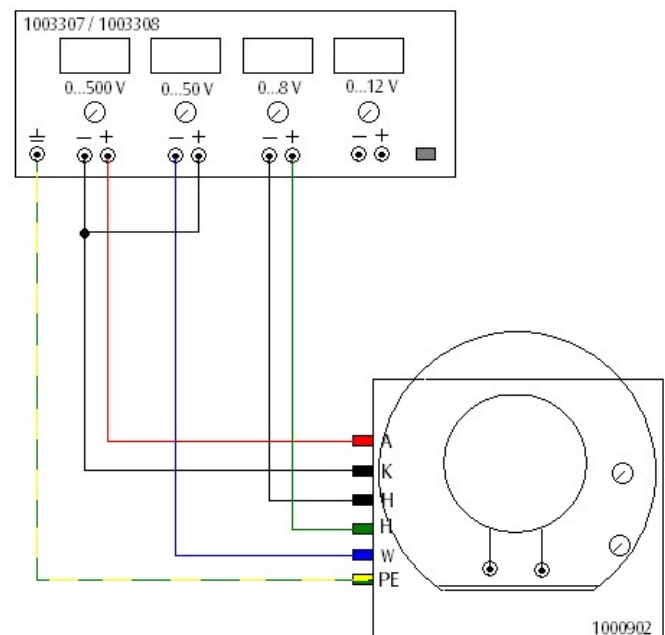

Fig. 4: Anschluss des Lehrsoszilloskops an das Netzgerät.
- Eingänge des Lehrsoszilloskops mit den Ausgängen des Netzgeräts gemäß Fig. 4 mit den angegebenen Spannungen verbinden.
- Beschaltung gemäß Fig. 4 vornehmen.